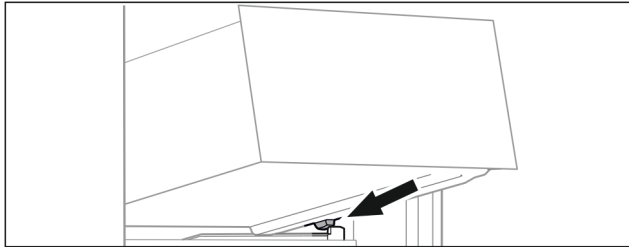

Fig. 63
- ▶ Поставете чекмеджето под ъгъл зад ограничителите върху реброто на съда. (виж Fig. 63)